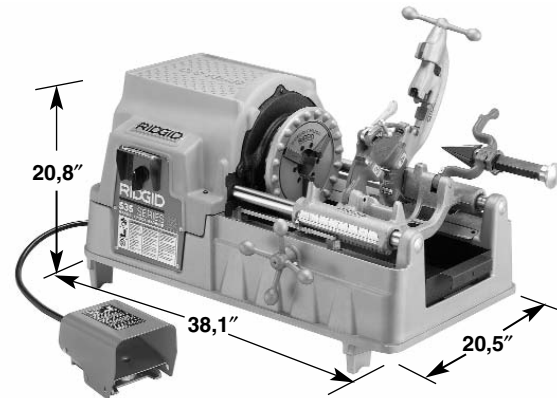

Figura 2 – Dimensiones de la Roscadora No. 535
1. Si no se emplea un soporte, la máquina debe montarse sobre un banco estable. Para montarla sobre un banco, atornille la base de la máquina en sus cuatro esquinas con los cuatro (4) pernos de  $\frac{5}{16}$  pulgada provistos. Las dimensiones de la base se muestran en la Figura 2.